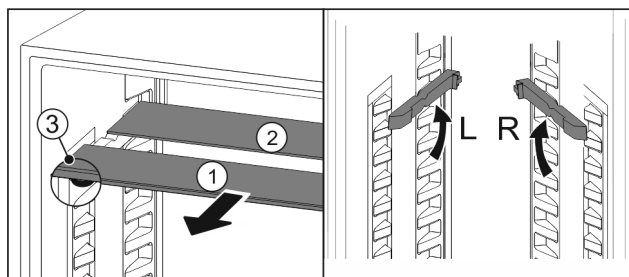

Fig. 159
- Tërhiqni një nga një pllakat e xhamit nga përpara Fig. 159 (1).
- Pllaka e xhamit Fig. 159 (1) me kornizën ndodhet përpara.
- Ndaluesit Fig. 159 (3) janë të drejtuara për poshtë.